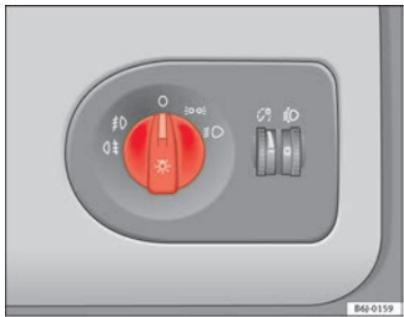

Fig. 52 Detalle del tablero de instrumentos: mando de las luces, faros antiniebla y luz trasera antiniebla
- Gire el mando de las luces \Rightarrow fig. 52 hasta la posición ☀.